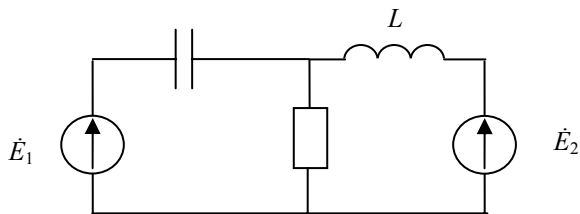

Рис. 3.2
3.1.2. Найти токи в схеме (рис. 3.2) методом контурных токов, если  $\dot{E}_1 = 100$  В;  $\dot{E}_2 = 100e^{j90^\circ}$  В;  $X_C = \frac{1}{\omega C} = 2$  Ом;  $R = 5$  Ом;  $X_L = \omega L = 5$  Ом. Проверить баланс мощностей.